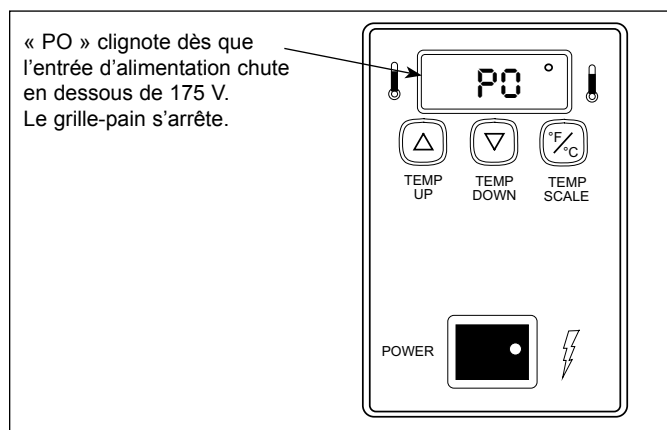

Figure 8. Message d'erreur « PO »
- Si la tension d'entrée chute en dessous de 175 V, les circuits de chauffe sont désactivés et « PO » s'affiche (Figure 8). Pour réinitialiser l'appareil, la tension d'alimentation doit être supérieure à 190 V et vous devez mettre l'appareil hors tension, puis de nouveau sous tension. Si cette erreur se présente à nouveau, contactez votre centre de réparation agréé.